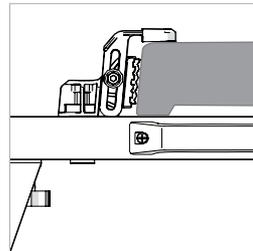

Fig. 18
- En caso necesario, ajuste las mordazas secundarias para proporcionar una mejor ubicación positiva y agarre adicional a la superficie superior de la base de la sierra tronzadora. **(Fig.18)** Apriételas en posición usando la llave hexagonal suministrada.